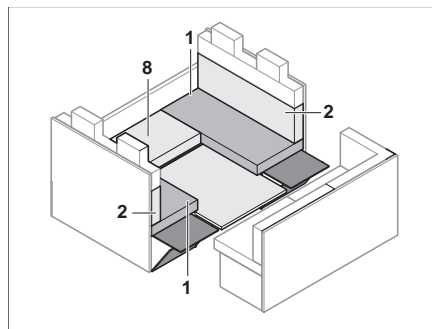

Bild 137 Under ombyggnaden
- Ta bort sittdynan (Bild 137,8) och underlaget.